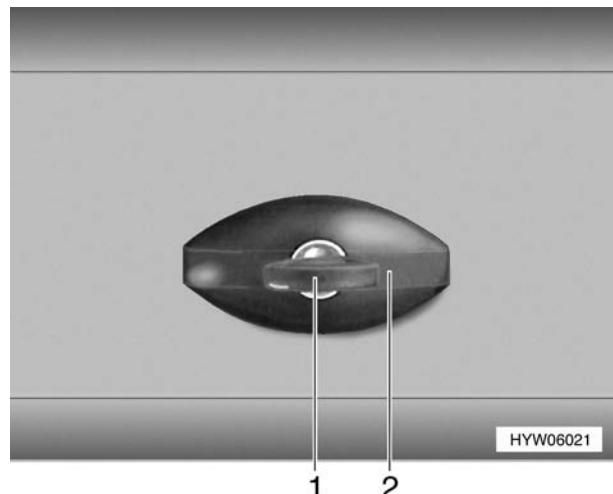

Bild 18 Klappenschloß (Variante 1)
- ▷ Bei Regen kann Wasser in das geöffnete Klappenschloß eindringen. Deshalb den Schloßgriff (18,2) wie auf Bild 18 abgebildet schließen.